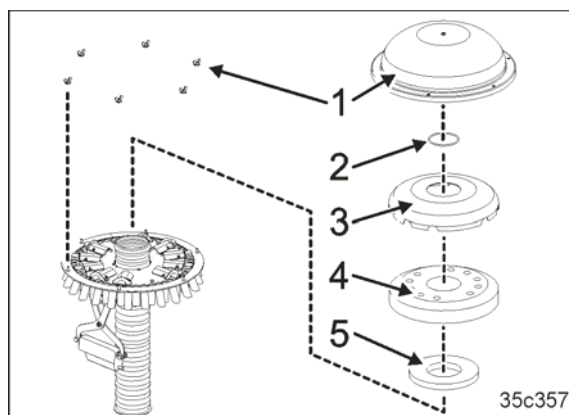

Fig. 212
6. Demontați calota exterioară a distribuitorului (Fig. 212/1).
7. Demontați inelul (Fig. 212/2).
8. Demontați calota interioară a distribuitorului (Fig. 212/3).
9. Demontați piesa atașată din material spongios (Fig. 212/4) și inelul de etanșare (Fig. 212/5).